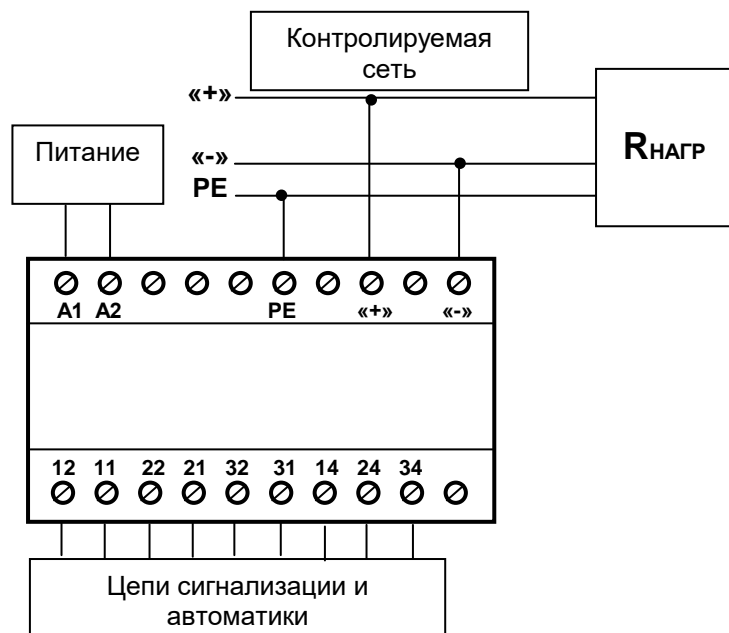

Рис.1. Типовая схема подключения реле «РКИ-2-300»
4.3. Произвести подключение реле «РКИ-2-300-04» согласно маркировке (рис.1.):